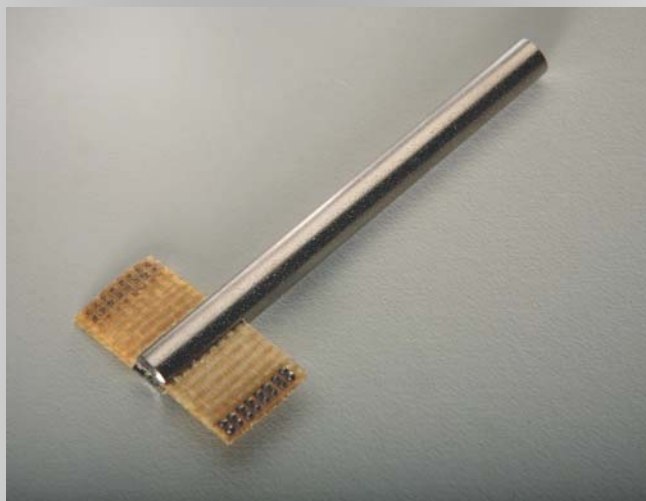
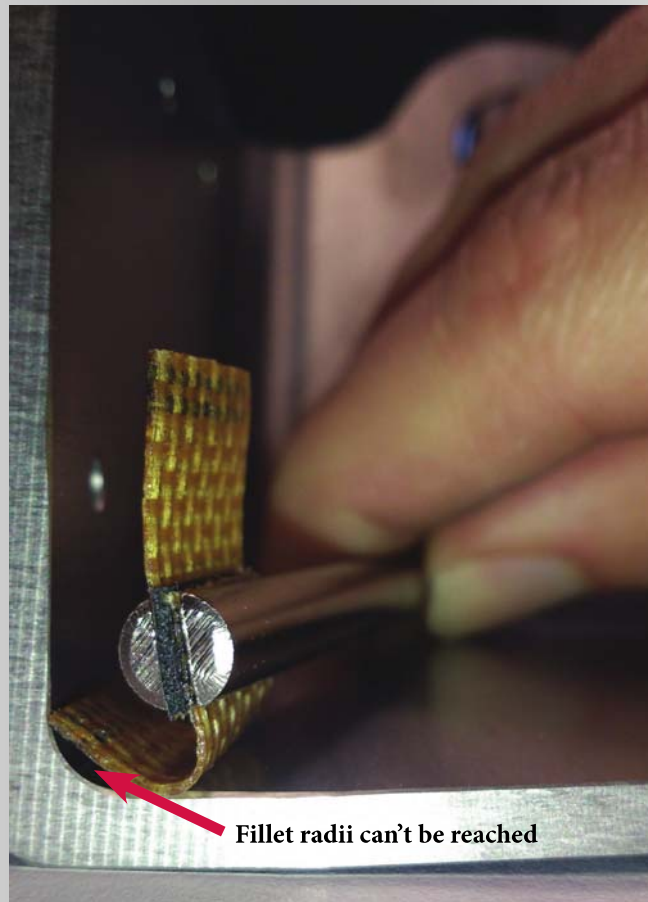

Figura 1. Cinta de Roto peening sobre eje.
Figura 3. Ejemplo de un radio (0,3" – 8 mm), demasiado pequeño para el RP.
Básicamente, el RP es un subtipo del shot peening (SP) convencional siendo la principal diferencia que en el RP hay un número determinado de bolitas de granalla adheridas a una cinta, un sustrato polimérico en forma de aleta, que se acelera con la rotación de un eje (Figura 1).
La razón es la posición de las bolitas en la cinta polimérica utilizada en el RP. Primero, las bolitas no se pueden colocar en el extremo de la cinta (véase la Figura 1 y la Figura 3). Segundo, la rigidez de la cinta limita la capacidad de tratar radios pequeños (véase la Figura 3). Estos dos hechos, nos abocan a que el radio más pequeño que se puede tratar es mucho mayor que el doble del diámetro de la granalla utilizada.